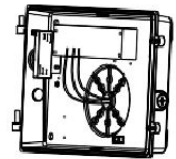

Fig. 7A
7. Passer les fils d'alimentation dans le trou central du boîtier arrière (Fig. 7A).